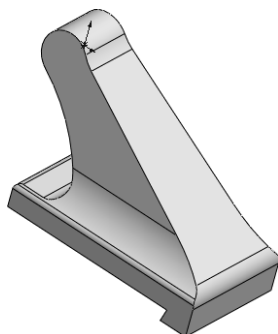

图 2-158 执行拉伸切除操作
STEP 3 单击“特征”工具栏中的“拉伸切除”按钮, 选中上面步骤创建的草图, 以“反侧切除”方式对模型进行拉伸切除, 效果如图 2-158 所示(在执行“拉伸切除”时,“终止条件”选择“两侧对称”, 深度完全覆盖整个模型即可)。